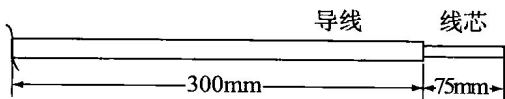

图 1-14 剥削单股导线绝缘层的尺寸
(1) 用钢丝钳按图 1-14 所示尺寸对 $1/1.13\text{mm}$ (1mm^2) 的导线进行绝缘层剥削(剥削两根导线待用,在下一任务中要进行导线连接)。